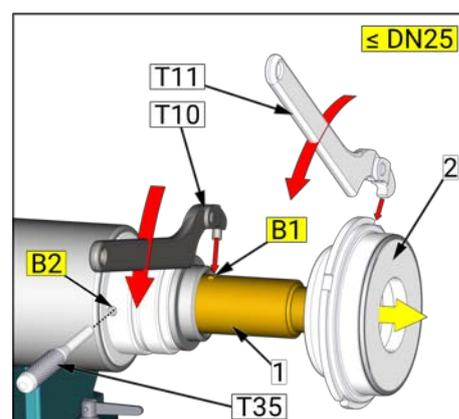

Рис. 3
- Рис. 3⇒ Демонтаж при помощи отверстия (B1) (\leq DN 25).